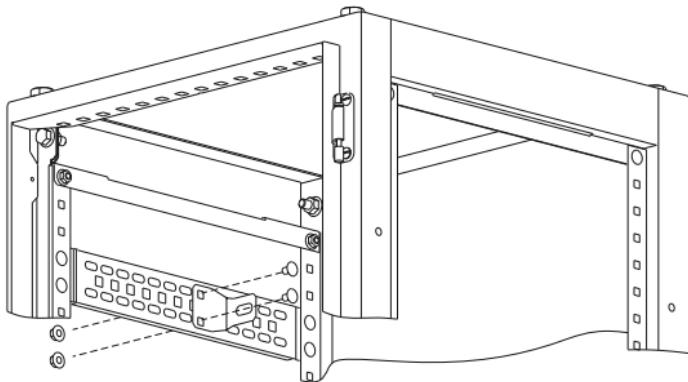

Рисунок 12
8.3.2 Придерживая болт, вставьте его с кронштейном в паз рейки боковой и закрепите гайкой M6 (рисунок 12).